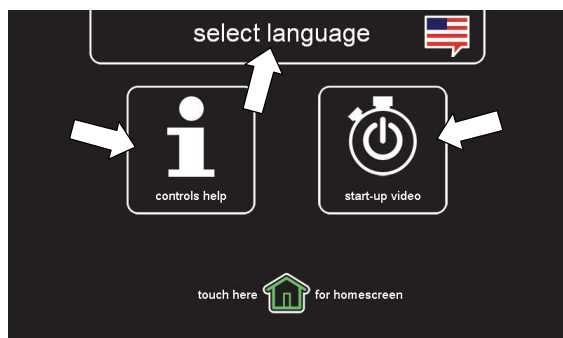

ABB. 49
- Einsteiger drücken auf das Hilfe- Symbol auf dem Bediener- Home- Bildschirm (Abbildung 46). Der unten angezeigte Hilfe- Bildschirm ermöglicht die Auswahl einer anderen Display- Sprache, hilft bei der Identifizierung der Bedienungspult- Symbole und zeigt Start- Videos für den Bediener an (Abbildung 49).